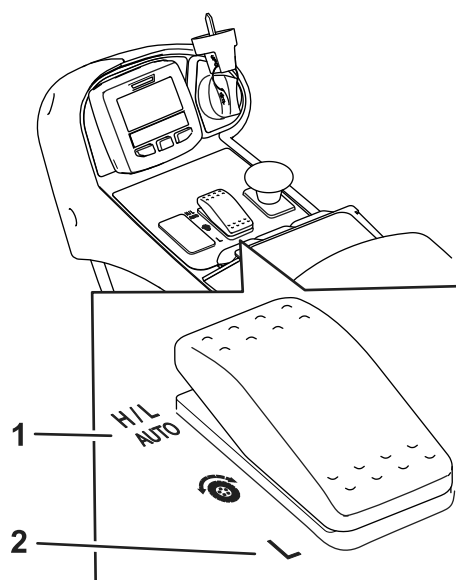

Рисунок 27
- В нормальных рабочих условиях машину следует эксплуатировать при положении переключателя диапазона скоростей H/L AUTO (ВЫС./НИЗК. – АВТОМ. РЕЖ.) (Рисунок 27). Это положение позволяет машине автоматически переключаться между диапазонами низких и высоких скоростей в зависимости от ее применения для скашивания или транспортировки.
- При выборе положения переключателя диапазона скоростей Low (Низкий) (Рисунок 27) машина всегда будет работать в диапазоне низких скоростей. Эту настройку предпочтительно использовать в мастерской, при погрузке на прицеп и выгрузке с прицепа, при движении вверх по крутым склонам или при любых других операциях, когда нежелательно применять более высокие значения скорости тягового привода диапазона высоких скоростей.
Данная машина имеет 2 диапазона скоростей тягового привода: низкий и высокий. Можно выбрать перечисленные ниже положения переключателя диапазона скоростей (**Рисунок 27**).
максимальные значения скорости для диапазонов низких и высоких скоростей (Рисунок 27).